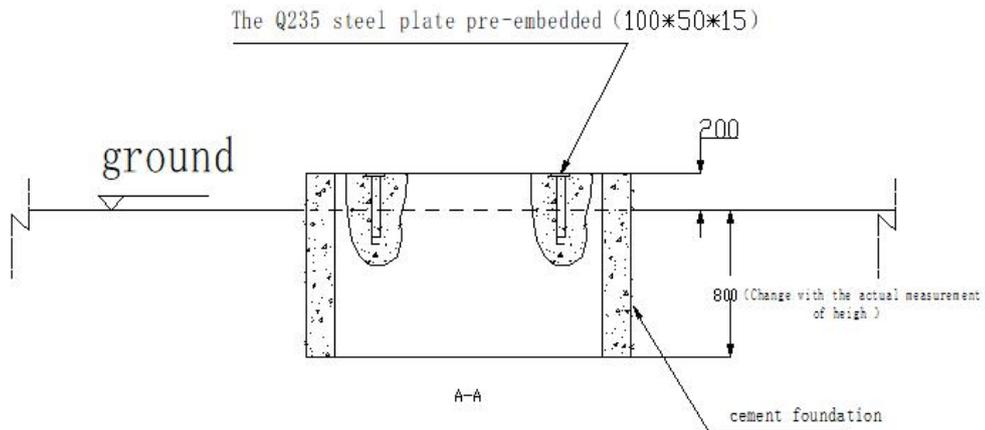

Figura 2-3 Diagrama esquemático de la cimentación del sitio
**Base:** El diseño y la construcción de la base del gabinete exterior de almacenamiento de energía en el sitio del cliente deben estar en línea con nuestro diagrama de ilustración esquemática de la base, preste atención a la placa de acero Q235 preincrustada, el conducto de suministro de aire del enfriador, la escalera de acero preincrustada, dibuje la línea de asiento del gabinete exterior en la superficie superior de la base y marque claramente la dirección del compartimento de la batería, la marca del extremo del compartimiento PCS, como se muestra en la Figura 2-3 a continuación.